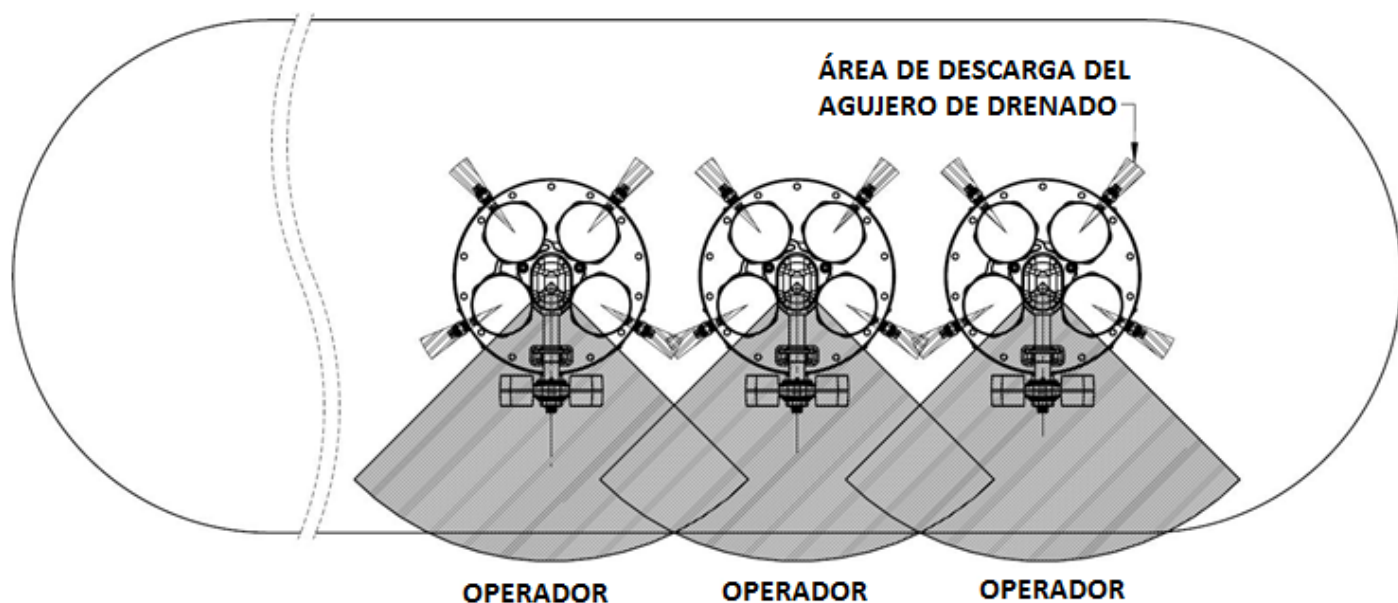

FIGURA 1: ORIENTACIÓN DEL MÚLTIPLE
2. Instale la válvula de alivio MEC del tamaño y clasificación adecuados de acuerdo con las instrucciones que vienen con la válvula. ADVERTENCIA: La válvula se debe instalar con el agujero de drenado orientado al lado contrario del operador, de otras válvulas, múltiples y otras tuberías y sistemas bajo presión. Véase la Figura 1.